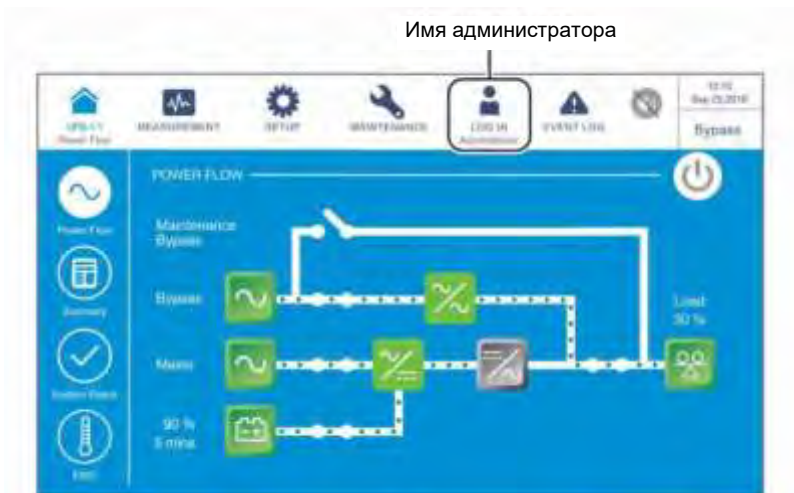

Рисунок 6-55: Экран байпасного режима и имя администратора
- 4) Войдите в систему как **Администратор**. Для получения пароля **Администратора** свяжитесь с персоналом по техническому обслуживанию. После входа в систему убедитесь, что вход произошел под именем **Администратора** (см. **Рисунок 6-55**).